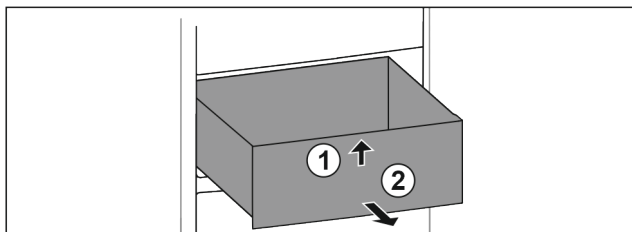

Fig. 57
- ▶ Nadzvedněte zásuvku vpředu. Fig. 57 (1)
- ▶ Vyjměte zásuvku dopředu. Fig. 57 (2)